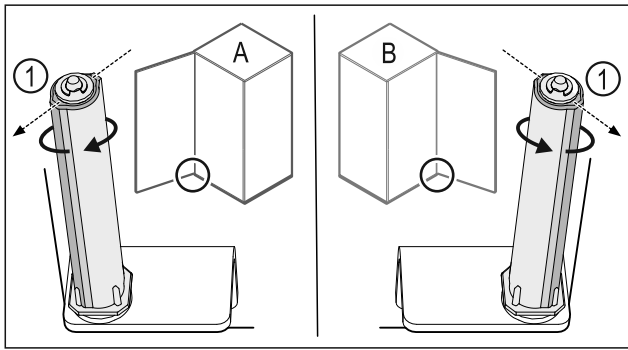

Fig. 37 Atidarymas į kairę (A) / atidarymas į dešinę (B)
- ▶ Sukite uždarymo sistemą, įveikdami pasipriešinimą, kol uždarymo sistemos pertvara Fig. 37 (1) bus nukreipta į išorę.